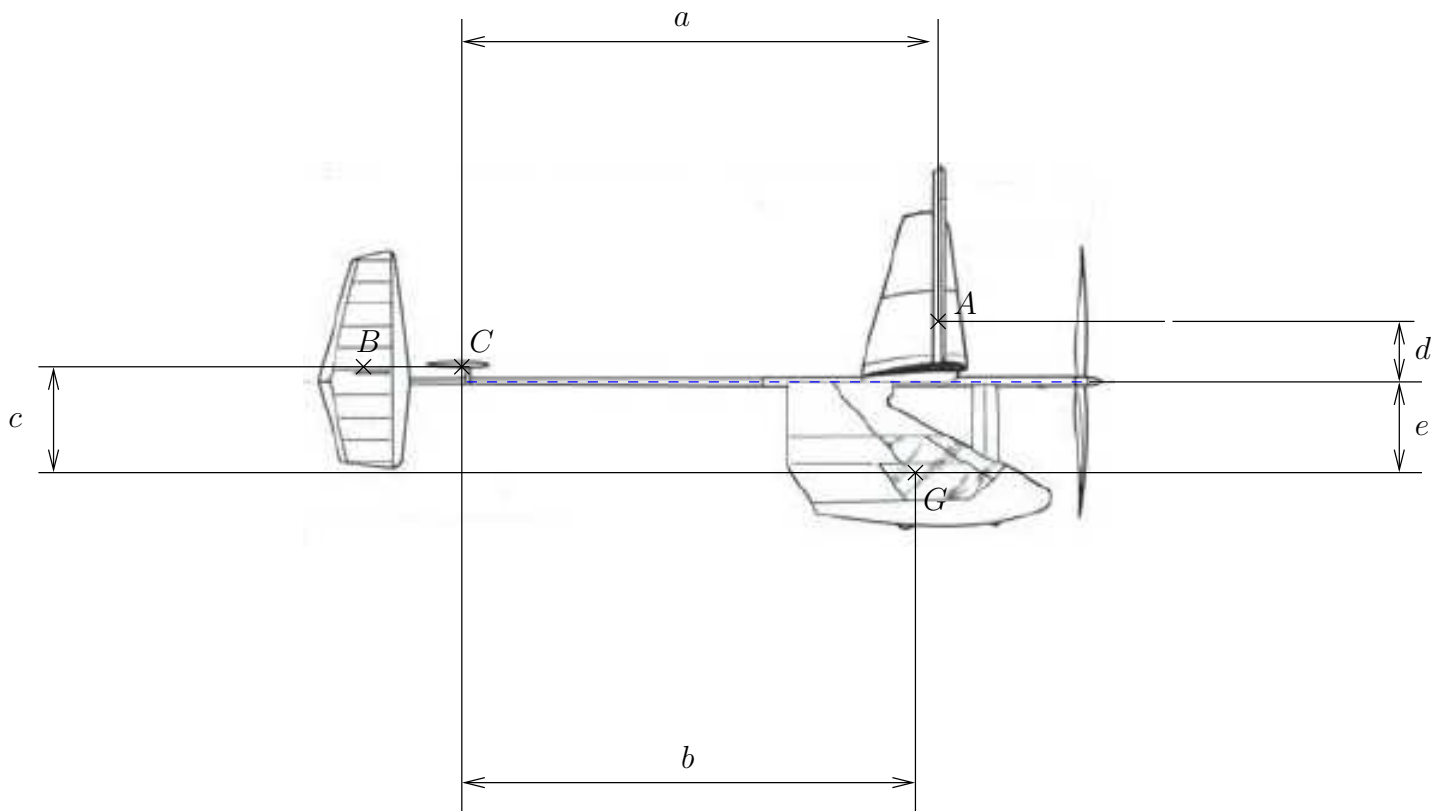

FIG. 5 – à compléter.
- 7) Considérons un vol horizontal (cf FIG. 5) à la vitesse constante donnée dans l’énoncé, en prenant en compte les efforts sur les empennages arrières (vertical et horizontal).
Sur la FIG. 5, précisez toutes les forces appliquées à l’avion.